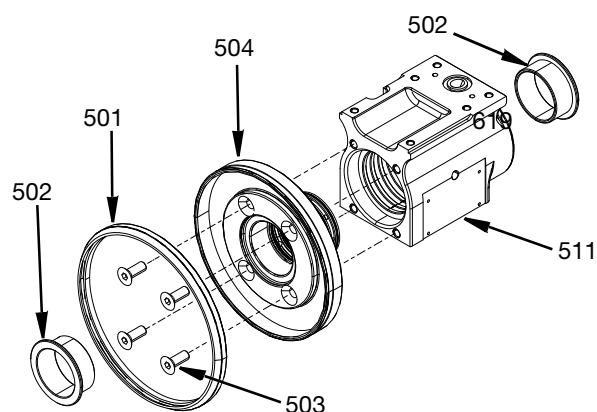

FIG. 25
1. Insérez la bague de support (510) dans l'extrémité de l'alésage le plus large de l'ensemble de boîtier pivotant (511) jusqu'à ce que la bague de support soit d'équerre contre l'épaulement interne.
2. Appliquez une fine couche de graisse au lithium sur l'extérieur du joint torique du joint rotatif (508). Pour éviter d'endommager le joint torique du joint rotatif, insérez-le dans l'alésage du boîtier pivotant (511) en biais.
Assurez-vous que le joint torique ne se déchire pas contre l'ouverture d'entrée et poussez le joint rotatif contre la bague de support (510). Voir vue latérale FIG. 25.
3. Insérez la bague de distribution de produit (509) dans l'alésage du boîtier pivotant (511). Il est recommandé d'utiliser l'**Outil d'insertion/retrait de siège de matériau, 17V972** à la page 38 et un maillet à face souple. Poussez complètement la bague de distribution de produit (509) et le joint rotatif (508) jusqu'au fond de l'alésage.
4. Appliquez une fine couche de graisse au lithium sur l'extérieur du joint torique du joint rotatif (508). Pour éviter d'endommager le joint torique du joint rotatif, insérez-le dans l'alésage du boîtier pivotant (511) en biais. Assurez-vous que le joint torique ne se déchire pas contre l'orifice de suintement et poussez le joint rotatif contre la bague de support de matériau (509). Voir vue de dessus FIG. 25.
7. Appliquez une fine couche de graisse au lithium sur les joints toriques (505) et insérez-les dans l'alésage du boîtier pivotant (511). Appliquez un antigrippant sur les vis à tête plate M6 (503) et vissez-les à la main. Voir FIG. 25.
8. Poussez un roulement à bride (502) dans le boîtier pivotant (511) et un roulement à bride (502) dans le roulement à bague du distributeur d'air (504). Voir FIG. 25.
9. Installez la bague anti-poussière (501) autour de la surface extérieure du roulement de la bague du distributeur d'air (504). Voir FIG. 25.